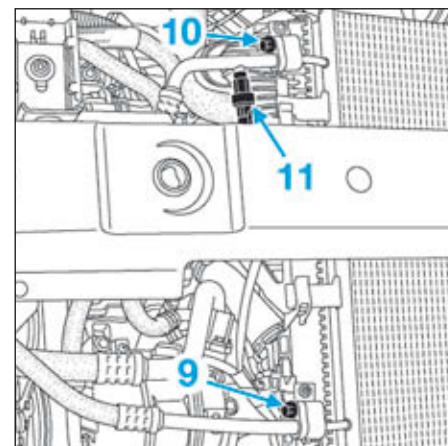

FIG.7
- Déposer les vis inférieure (9) et supérieure (10) des tuyaux de climatisation (Fig.7).
- Débrancher le connecteur électrique du pressostat (11).